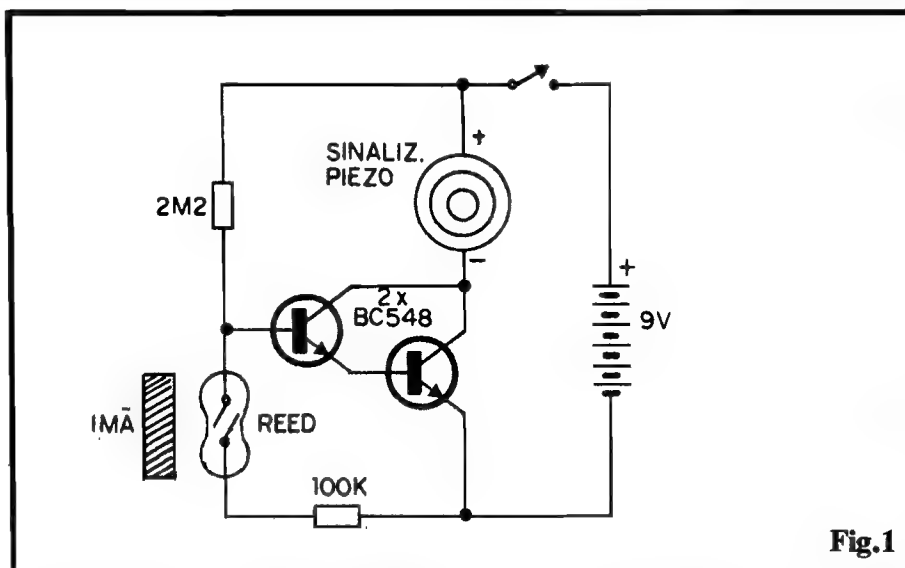

Fig.1
- **FIG. 1 - O CIRCUITO** - Mais uma prova viva de que, na moderna Eletrônica, muitas vezes pode-se obter "um monte" a partir de "quase nada"...! O "miolo" do circuito é um mero super-amplificador C.C., baseado num par de transistores super-comuns, os "universais" BC548 (ou quaisquer